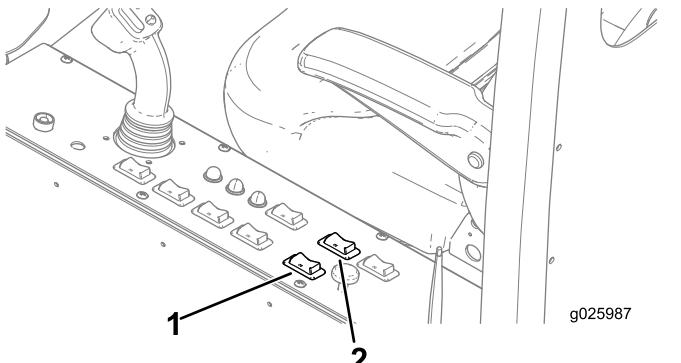

Рисунок 50
- Чтобы переместить кабину в положение БУРЕНИЯ, нажмите вверх КЛАВИШНЫЙ ПЕРЕКЛЮЧАТЕЛЬ ПЕРЕМЕЩЕНИЯ КАБИНЫ и удерживайте его в этом положении до останова кабины (Рисунок 50).
2. Для поворота кабины в требуемое положение бурения нажмите вверх кулисный ПЕРЕКЛЮЧАТЕЛЬ ПОВОРОТА КАБИНЫ (Рисунок 50).
1. Чтобы повернуть кабину в ТРАНСПОРТНОЕ положение, нажмите вниз кулисный ПЕРЕКЛЮЧАТЕЛЬ ПОВОРОТА КАБИНЫ и удерживайте его нажатым до останова кабины (Рисунок 50).
2. Чтобы переместить кабину в ТРАНСПОРТНОЕ положение, нажмите вниз кулисный ПЕРЕКЛЮЧАТЕЛЬ ПЕРЕМЕЩЕНИЯ КАБИНЫ и удерживайте его в нажатом положении до останова кабины (Рисунок 50).